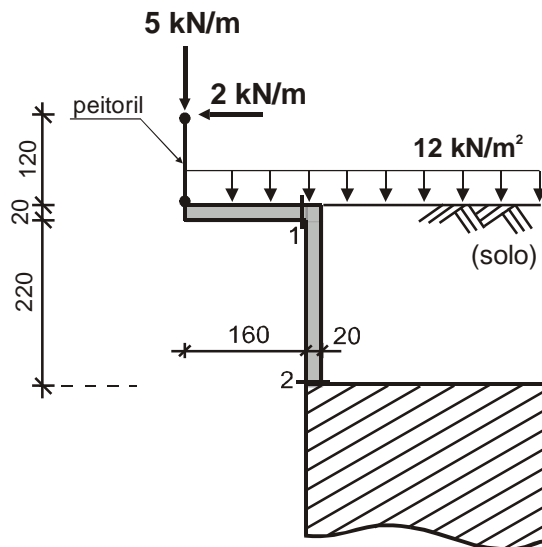

Figura 1 – Muro de concreto.
**E4** Dimensionar as armaduras resistentes nas seções 1 e 2 do muro indicado na figura 1. Considerando uma faixa de 1m de muro, detalhe o muro e determine o consumo de aço.